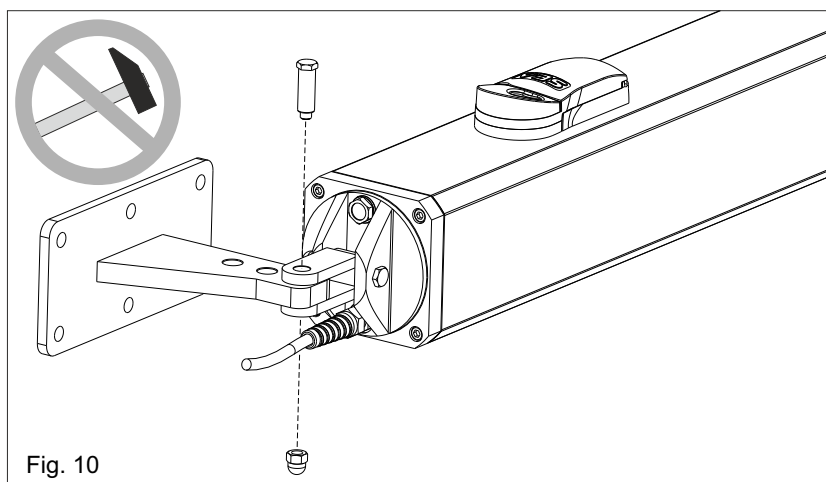

Fig. 10
- Fixer la fourche oscillante comme dans Fig. 10.